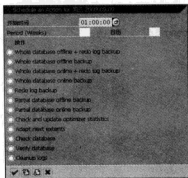

图 13-32 备份计划任务对话框
STEP 2 选择将来的某一时间，例如选择 20090909 周三，然后单击“”按钮，弹出备份计划任务对话框，如图 13-32 所示。